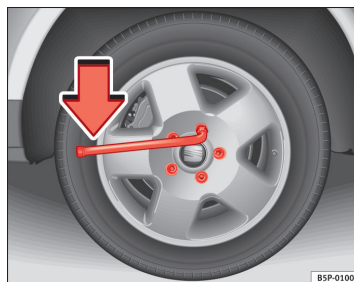

Fig. 122 Roue : dévissez les boulons de roue
- Tournez le boulon de roue d'environ un tour vers la gauche ⇒ fig. 122 -flèche-. Pour pouvoir appliquer le couple nécessaire, saisissez la clé démonte-roue par son extrémité. Si le boulon ne se desserre pas, appuyez soigneusement avec le